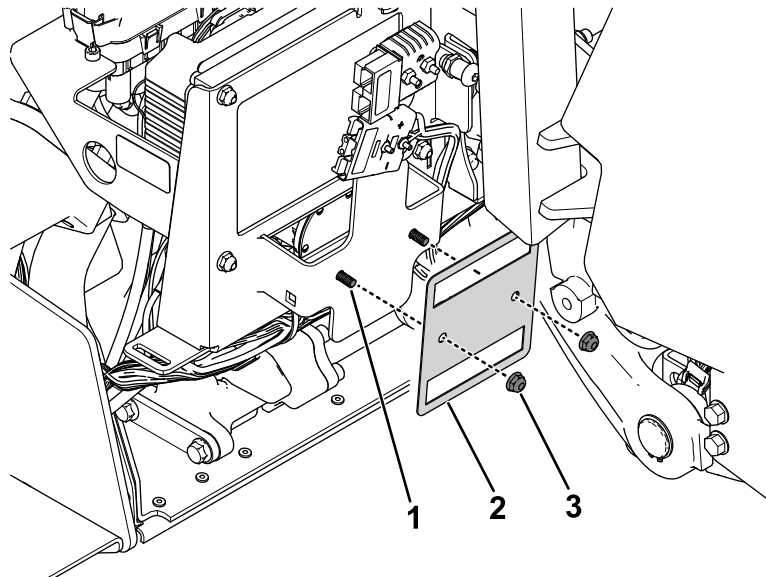

Figure 36
3. Déposez le support de fusibles existant du cadre (Figure 36). Conservez les fixations.